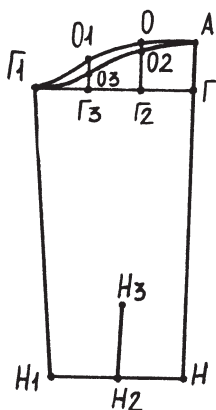

Рис. 181. Чертеж выкройки рукава
*Рукав.* Постройте прямой угол с вершиной в точке А (рис. 181).